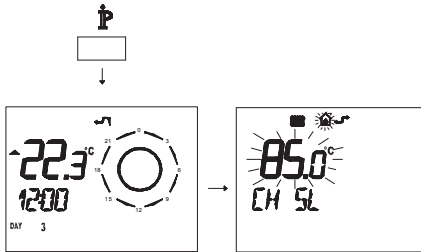

Fig. 5.77
- Premere per più di 3 secondi il pulsante  $\mathbb{P}$  para per entrare in modalità *INFO* (Fig. 5.77).